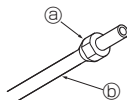

Fig. 5-5
5.2.3. Monter mutter (Fig. 5-5)